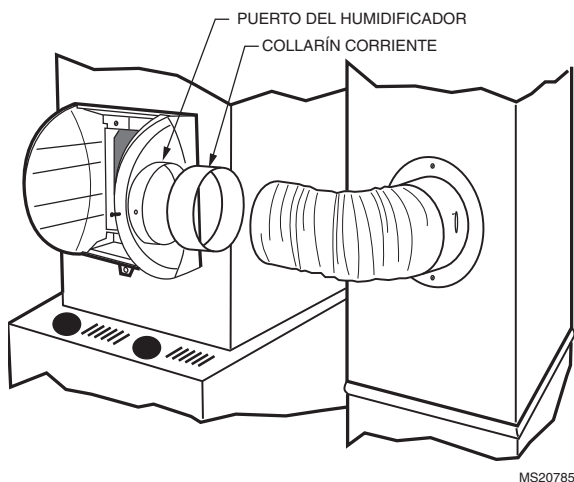

Fig. 7. Conexión del conducto de derivación.
14. Inserte el collarín corriente en el puerto del humidificador y fíjelo con tornillos para lámina metálica. Coloque el conducto flexible sobre el collarín y fije con un zuncho de conexión. Consulte la Fig. 7.